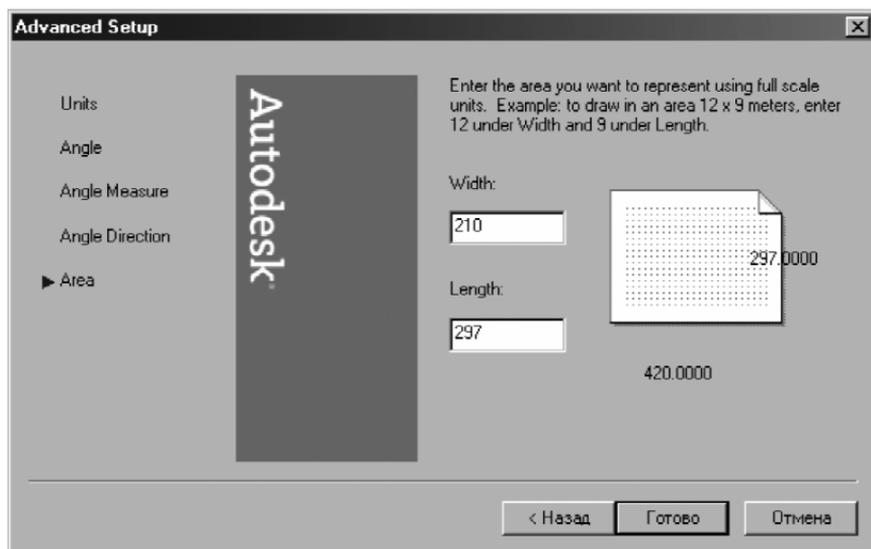

Рис. 1.10. Диалоговое окно установки размеров поля чертежа
- пределы рабочего поля чертежа – выбрать размеры формата A4 (210x297мм – рис. 1.10), далее для выхода из диалогового окна нажать на кнопку **Finish** (Готово).